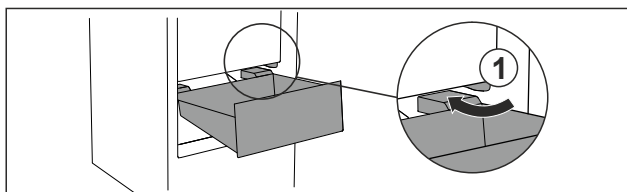

Fig. 87
- ▶ Prevedte zásuvku šikmo okolo zářok Fig. 87 (1).